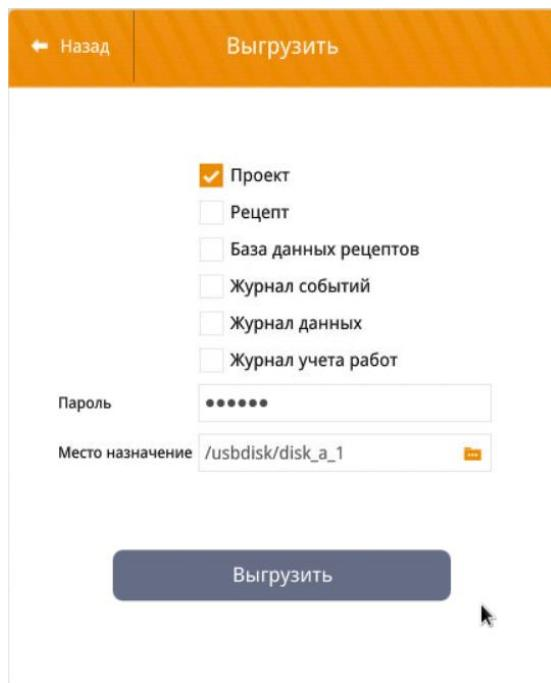

Рисунок 7.2 – Окно «Выгрузить»
7. В окне «Выгрузить» (рисунок 7.2) установить значения в поле: «Проект». Выбрать каталог сохранения прикладного ПО на USB Flash-накопителе или SD-карте памяти, нажав символ (📁). Ввести пароль в поле «Пароль:» (по умолчанию 111111). Примеры пути к файлу на USB Flash-накопителе или SD-карте памяти для сохранения журнала архивных сообщений: